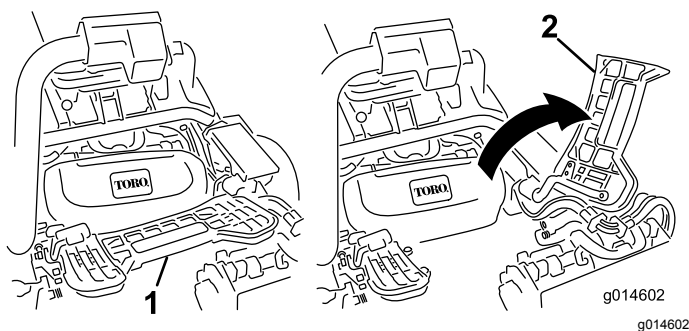

Bild 41
1. Heben Sie die Fußplattform an und schwenken sie in die geöffnete Stellung, um die Stellung des mittleren Mähwerks zugänglich zu machen (**Bild 41**).